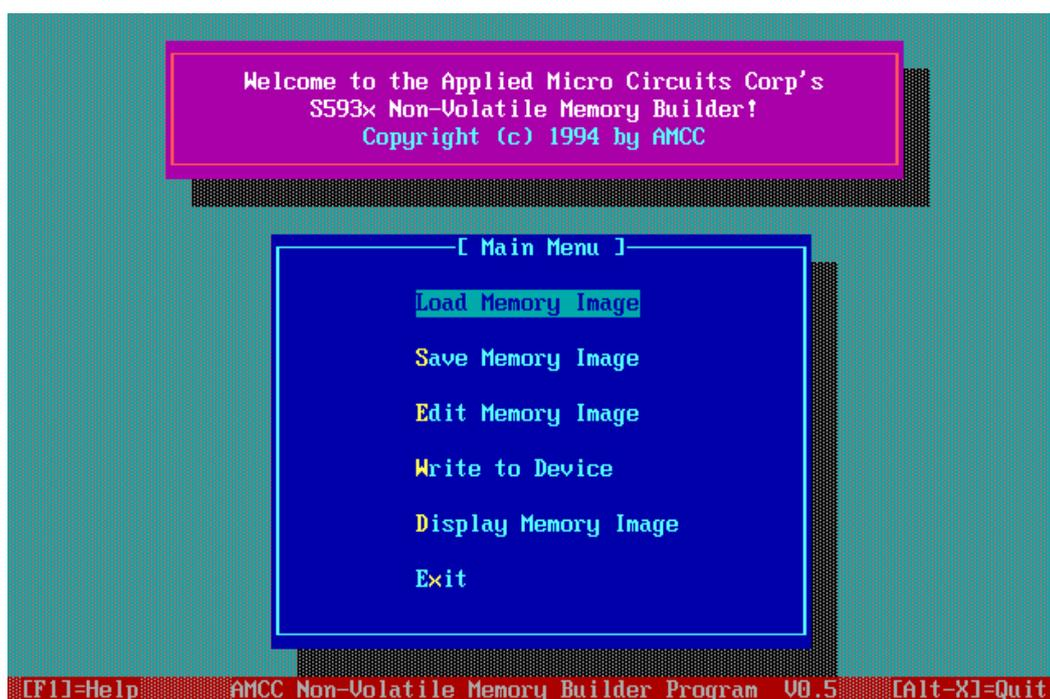

图 8 NVBUILD.EXE 主菜单
- 1) 在 DOS 提示符下输入 NVBUILD.EXE 回车，或在 WINDOWS 下双击 NVBUILD.EXE。出现下图 8 画面，用光标键选择菜单，回车进入选择菜单的子菜单。